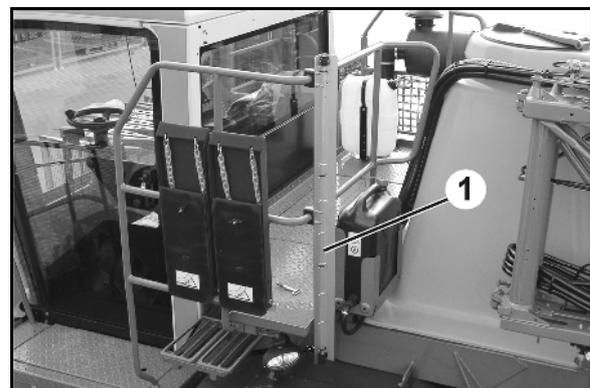

Fig. 72
- Füllstandsanzeige beobachten (Fig. 72/1).